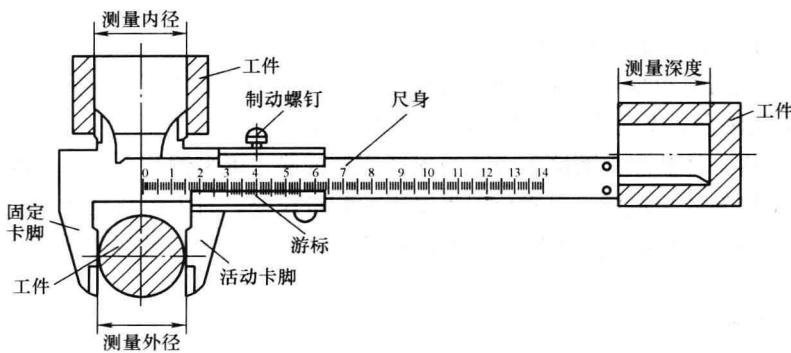

图 1-11 游标卡尺外形
1) 游标卡尺属于较精密、多用途的量具，一般测量精度有 0.1、0.05、0.02mm 三种。游标卡尺由尺身和游标组成。尺身与固定卡脚制成一体，游标和活动卡脚制成一体，并能在尺身上滑动。活动游标卡尺外形如图 1-11 所示。